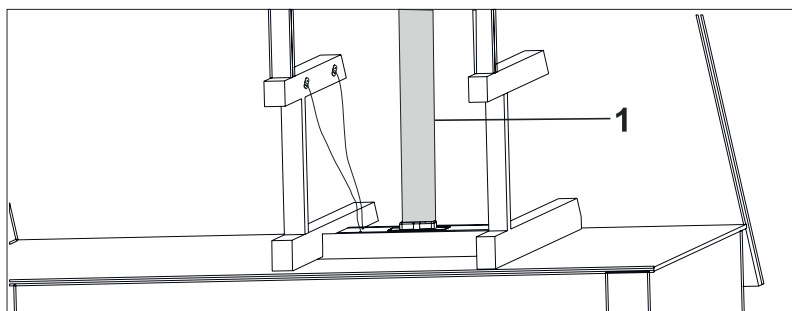

Fig. 15
9. ➔ Tilslut den ene ende af aftrækskanalen på aftræksstuden oven på emhætten og den anden ende til taghætten (læs punkt 2 under afsnittet: Larm & Støj (fra motor)* for gode råd (Fig. 15)).